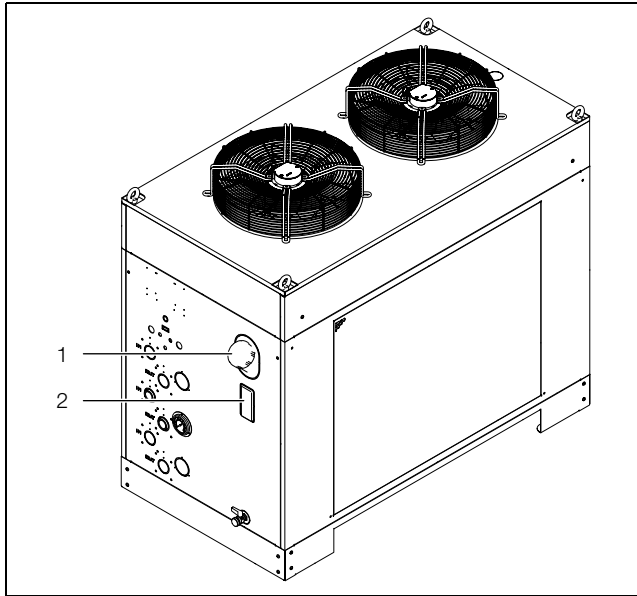

Fig. 21: Riempimento con mezzo frigorifero
- Riempire il chiller di fluido frigorifero mediante il bocchettone di rifornimento (fig. 21, pos. 1) della vasca.
- Controllare il livello del liquido nel contenitore attraverso l'apertura presente nella copertura (fig. 21, pos. 2). Se viene visualizzata l'avvertenza «livello basso», è necessario rabboccare nuovamente le seguenti quantità di mezzo frigorifero: